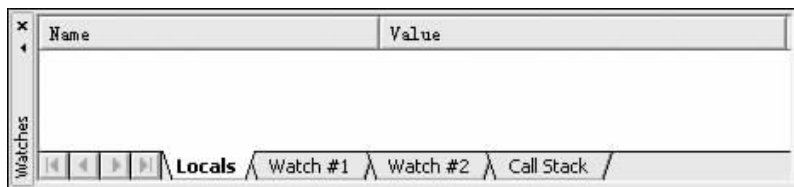

图 2-9 Locals 窗口
④快捷菜单第四栏。快捷菜单第四栏只有一个 Copy 选项,用于复制反汇编窗口中的内容。具体使用方法是:先选定反汇编窗口中需要复制的内容,右击选择该选项即可将选定的内容复制到剪贴板中,然后再将其粘贴到文件中。这一功能对于保存“在线汇编”时临时修改了的程序文件特别有用,因为“在线汇编”仅在调试程序时对装入软件中的汇编代码起作用,对源文件并未进行修改,退出调试之后,“在线汇编”的作用将不复存在。
⑤快捷菜单第五栏。快捷菜单第五栏用于文本标记操作,其中各个选项与菜单中“文件标记”选项的功能相同。
⑥快捷菜单倒数第二栏的 Show Code at Address 选项用于显示指定地址处的程序代码,选择该选项时反汇编窗口将立即切换到指定地址处的程序代码窗口。
(3)观察窗口。View 菜单的 Watch & Call Stack Window 选项用于调试状态下观察窗口的显示/隐藏切换。观察窗口有四个标签,分别是 Locals、Watch # 1、Watch # 2 和 Call Stack。图 2-9 所示为 Locals 窗口,窗口中显示程序调试过程中当前局部变量的使用情况。单击 Watch # 1 标签可切换到 Watch # 1 窗口显示程序中已经设置了的观察点在调试过程中的当前值。在 Locals 窗口或 Watch # 1 窗口中右击可改变局部变量或观察点的值,按十六进制(hex)或十进制(decimal)方式显示。单击 Call Stack 标签可切换到 Call Stack 窗口显示程序执行过程中对子程序的调用情况。